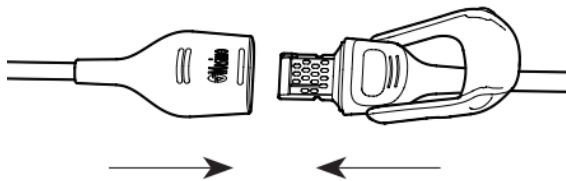

Fig. 15-4 Conexión sensor ADL/PED.
1. Consulte la Fig. 15-4. Oriente correctamente el conector del sensor e insértelo hasta adentro del conector del cable del paciente.